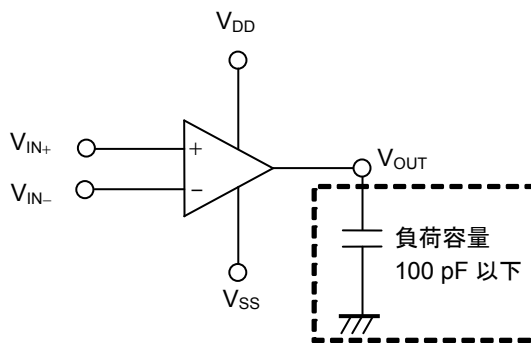
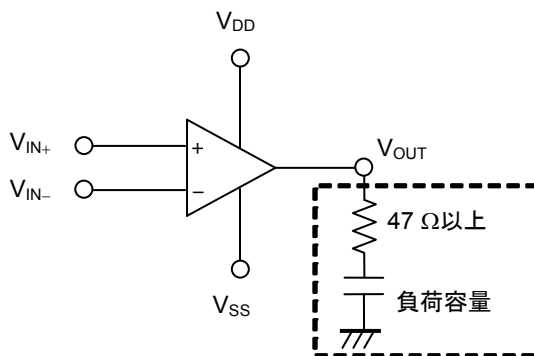
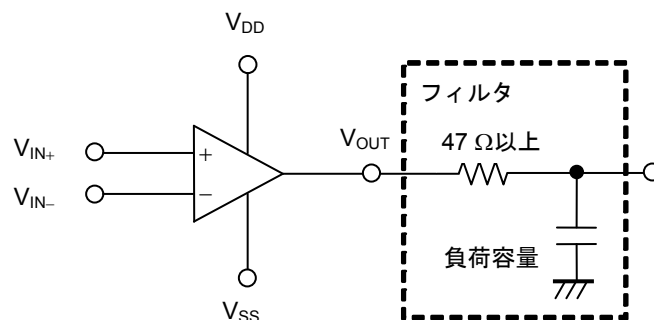

図 14
図 15
図 16
- ・ 本 IC は図 14 に示すように、出力端子に 100 pF 以下の負荷容量を直接接続された状態でも、安定に動作することが可能です。100 pF よりも大きい負荷容量を接続する場合には、図 15 に示すように 47 Ω以上の抵抗を挿入してください。また、ノイズ対策としてフィルタを接続する場合においても、100 pF よりも大きい容量を使用する場合には、図 16 に示すように 47 Ω以上の抵抗を使用してください。